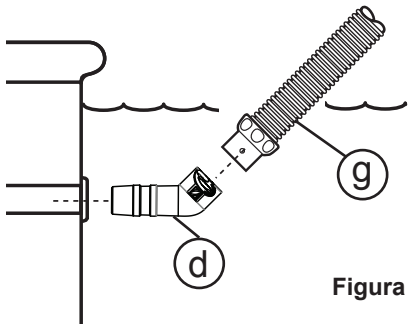

Figura 3
- 3. Incline el codo hacia arriba, hacia la superficie del agua (figura 3).